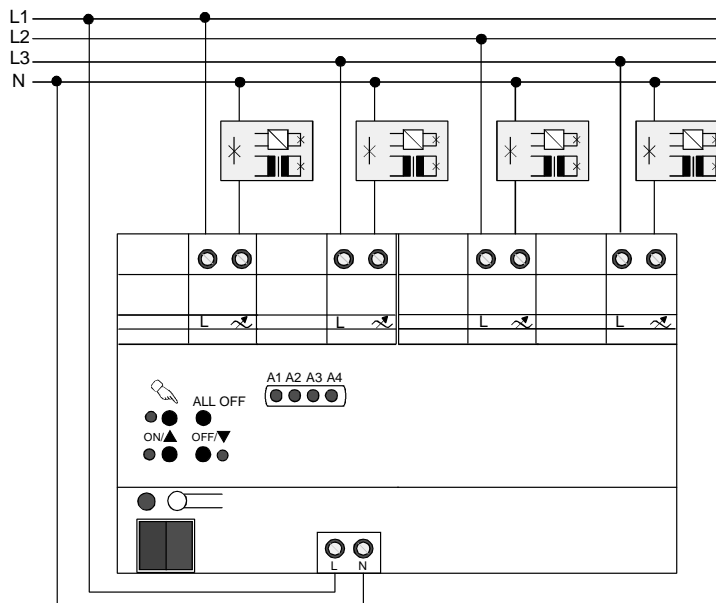

Fig. 1: Elektrischer Anschluss der Netzspannungsversorgung und der Last
- Den Anschluss der Netzspannungsversorgung, der Lasten und der Busleitung gemäss Fig. 1 (Anschlussbeispiel) vornehmen.